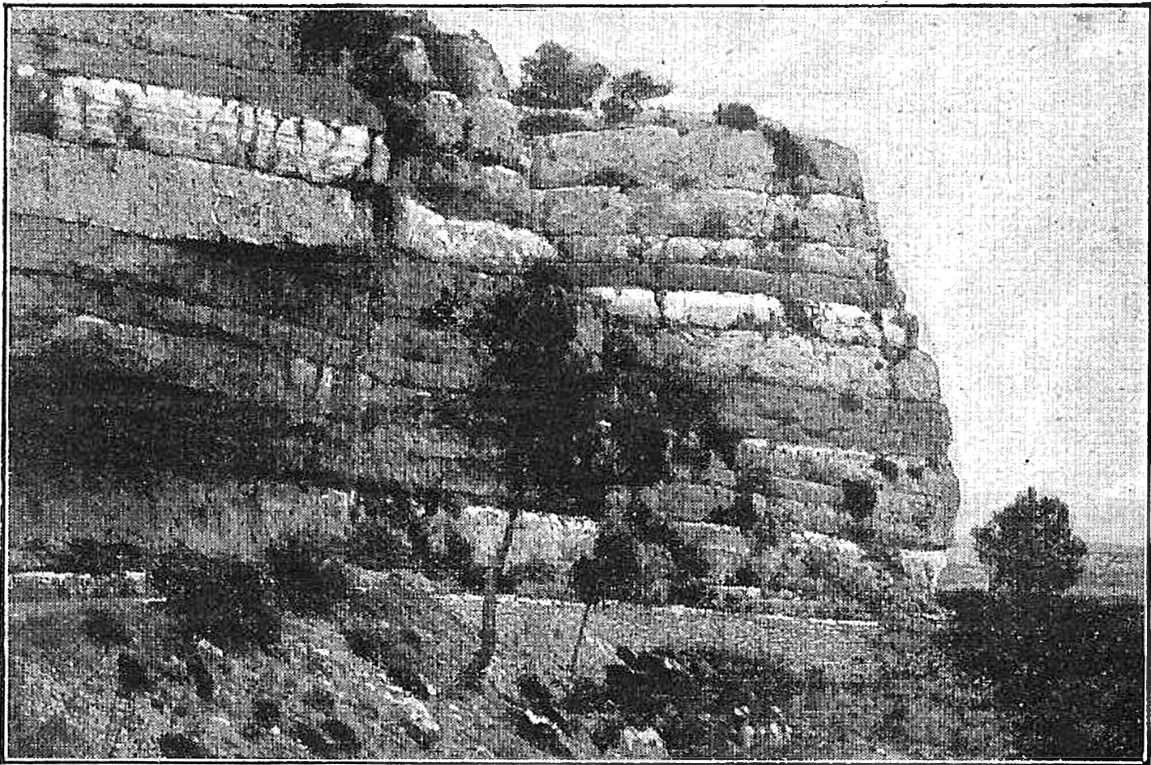
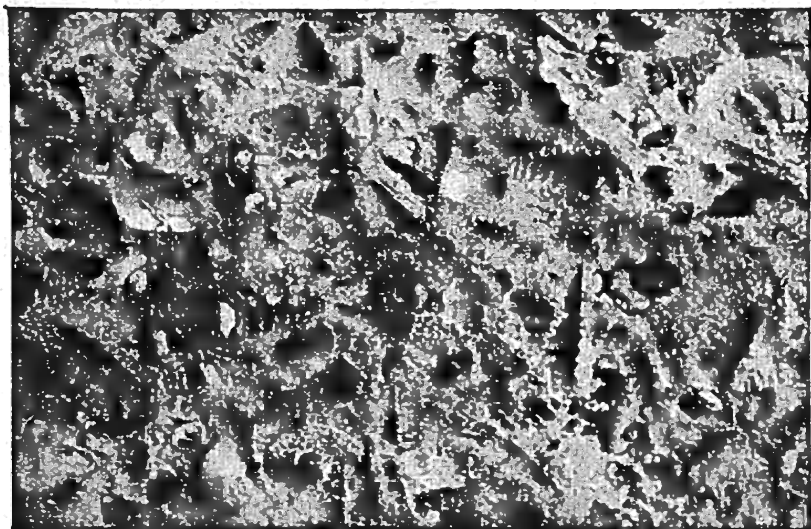

Fig. 114. — Type de terrain stratifié (roches sédimentaires),
Fig. 115. — Empreintes de fossiles (cérites) dans un morceau de calcaire grossier des environs de Paris.
12. Roches sédimentaires. — Les roches dont nous venons de parler sont superposées en *couches* parallèles (*fig. 114*) ; on peut s'en rendre compte en regardant l'ouverture d'une carrière ou la tranchée d'un chemin de fer. Elles se sont formées de débris arrachés par les eaux aux roches plus anciennes, et aussi des débris ou des empreintes d'animaux (*fig. 115*) et de végétaux qu'on nomme **fossiles**. Elles se sont déposées au fond des mers et des lacs, en couches superposées (*terrains stratifiés, roches sédimentaires* [Voir 20^e leçon]). — Puis, elles ont émergé à la surface de la terre avec les fonds de mer, soulevés par les mouvements de l'écorce terrestre.